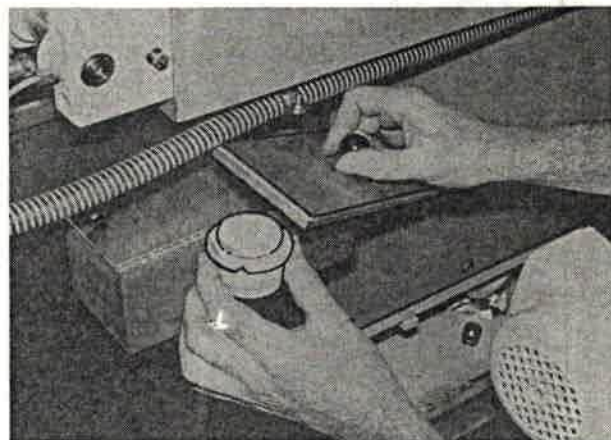

Bild 238
6. Farbpatronen aus dem Aufbewahrungsbehälter herausnehmen (Bild 238).